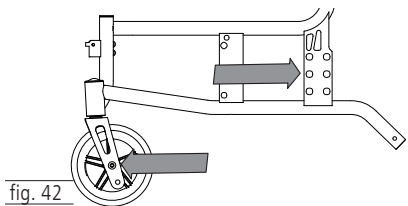

fig. 42
- Sædehøjde 430 – styrehjul 200 mm / 8" skrueaksel baghjul i midten (fig. 42)